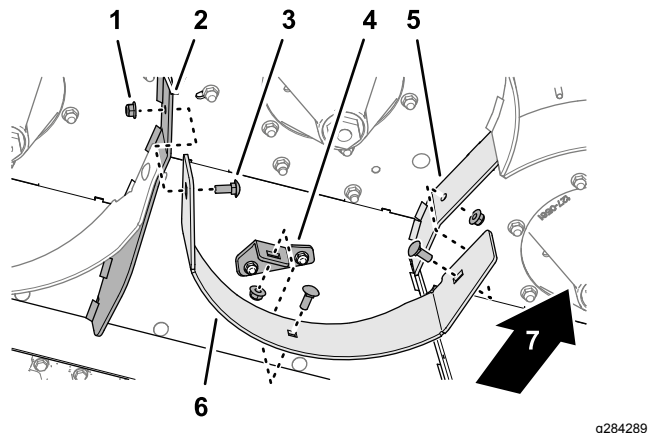

Figura 23
3. Allineate i fori nel deflettore centrale con il foro nel separatore destro, il foro nell'altro supporto del deflettore centrale/destro e il separatore sinistro come mostrato nella Figura 23.
4. Montate il deflettore centrale sui separatori destro e sinistro (Figura 23) con 3 bulloni a testa tonda ($\frac{3}{8}$ " x 1") e 3 dadi di bloccaggio flangiati ($\frac{3}{8}$ ").